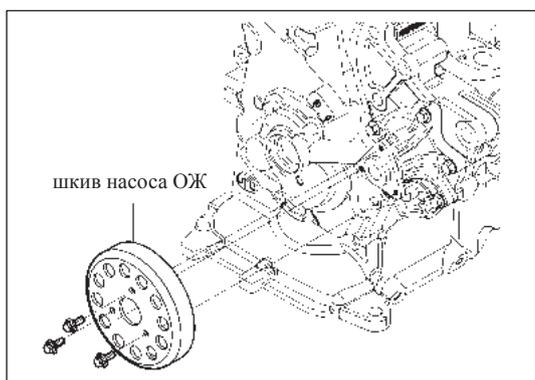

Рис. 10-4-9. Установка шкива насоса ОЖ
- (3) Установка шкива насоса ОЖ
- » Установить шкив насоса ОЖ на фланец насоса и затянуть 3 фланцевых болта (M6×12), как изображено на рис. 10-4-9.